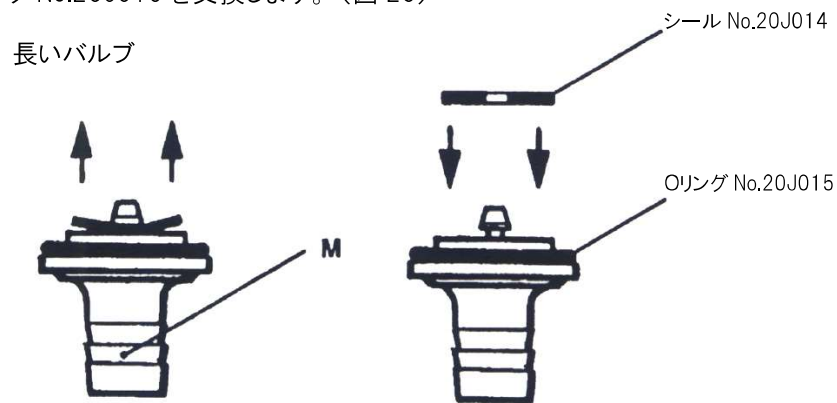

図 20
3) 短いバルブと同じようにして、長いバルブのシール（No.20J014）を交換します。（図 20）
リング No.20J015 を交換します。（図 20）